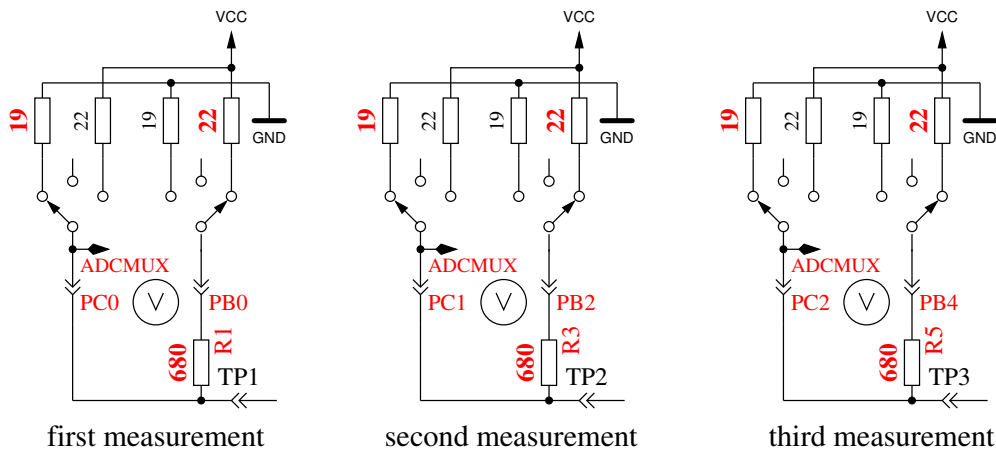

Abbildung 5.46: Messung des Innenwiderstandes von auf GND geschalteten Port-C-Ausgängen.
5. Dieser Schritt testet die **Fähigkeit von mit GND (-) verbundenen 470kΩ-Widerständen (H) die Testpins auf GND zu ziehen**. Zeile 1 zeigt den Text „RH-“. Zeile 2 sollte für alle drei Pinne Null mV anzeigen.
6. Dieser Schritt testet die **Fähigkeit von mit VCC (+) verbundenen 470kΩ-Widerständen (H) die Testpins auf VCC zu ziehen**. Zeile 1 zeigt den Text „RH+“. Der bestmögliche mV Wert für die drei Messungen wäre 0 in Zeile 2, da die Diffenz zu VCC dargestellt wird. Große Abweichungen vom Idealwert für Schritt 5 und 6 sind Fehler wie Isolations-Problem, Flussmittelreste oder beschädigter Port.
8. **Messung des Innenwiderstandes eines auf GND geschalteten Ausganges.** Dieser und die folgenden Schritte werden nur bei gewählter AUTO\_CAL Option durchgeführt. Die internen Port C Widerstände von auf GND (-) geschalteten Ausgängen werden mit dem Strom der nach VCC (+) geschalteten 680Ω Widerstände gemessen, siehe Abbildung 5.46. Es werden nur die drei Pins des ADC-Ports vermessen, die Widerstands-Ports PB0, PB2 und PB4 können nicht ohne Veränderung der Hardware gemessen werden. Es wird angenommen, dass die Portwiderstände von unterschiedlichen Ports nahezu identisch sind. Der Widerstandswert wird im nächsten Schritt mit ausgegeben.